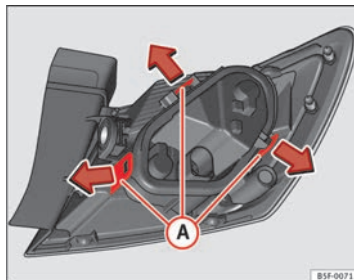

Abb. 153 Befestigungslaschen Rückseite Heckleuchte
- Bauen Sie den Lampenträger ⇒ Abb. 153 aus, indem Sie die Befestigungslaschen ① entriegeln.